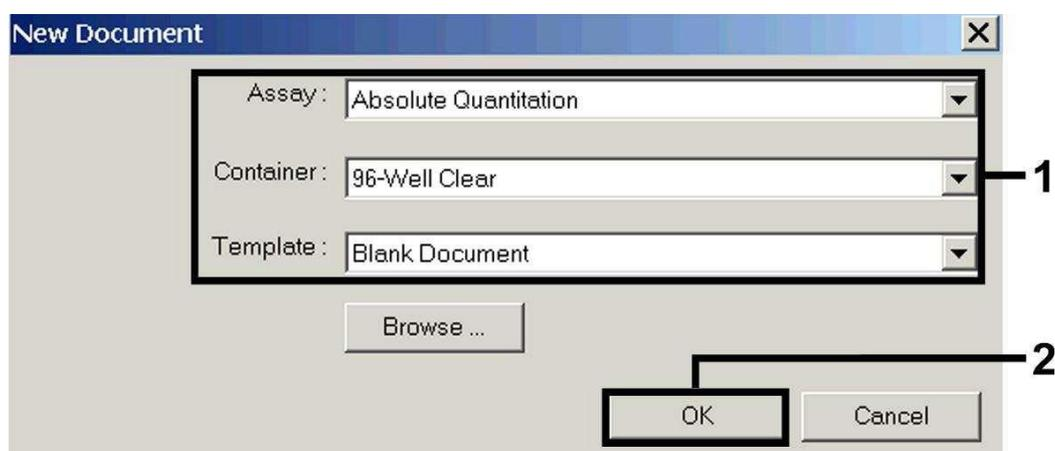

Fig. 3: Preimpostazioni per la creazione di una nuova corsa di PCR (*New Document*).
Selezionare in *ABI PRISM 7000 SDS* la voce di menu *New* in *File* ed inserire per il nuovo documento le seguenti impostazioni di base (vedi Fig. 3). Un template precedentemente salvato (*SDS Template [\* .sdt]*) è a disposizione nella lista *Template* oppure selezionandolo con la funzione *Browse* (vedi 8.5.1.5 Come salvare la corsa di PCR). Confermare i dati inseriti (OK).